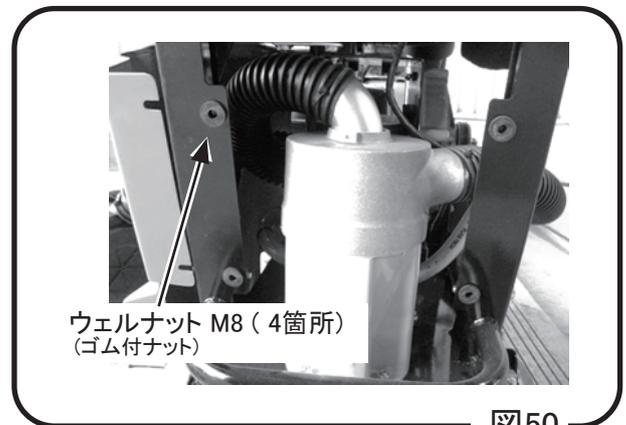

図50
- 3 リヤカバーの取外した後の、ウェルナット M8(ゴム付ナット)を紛失しないでください。(図50)